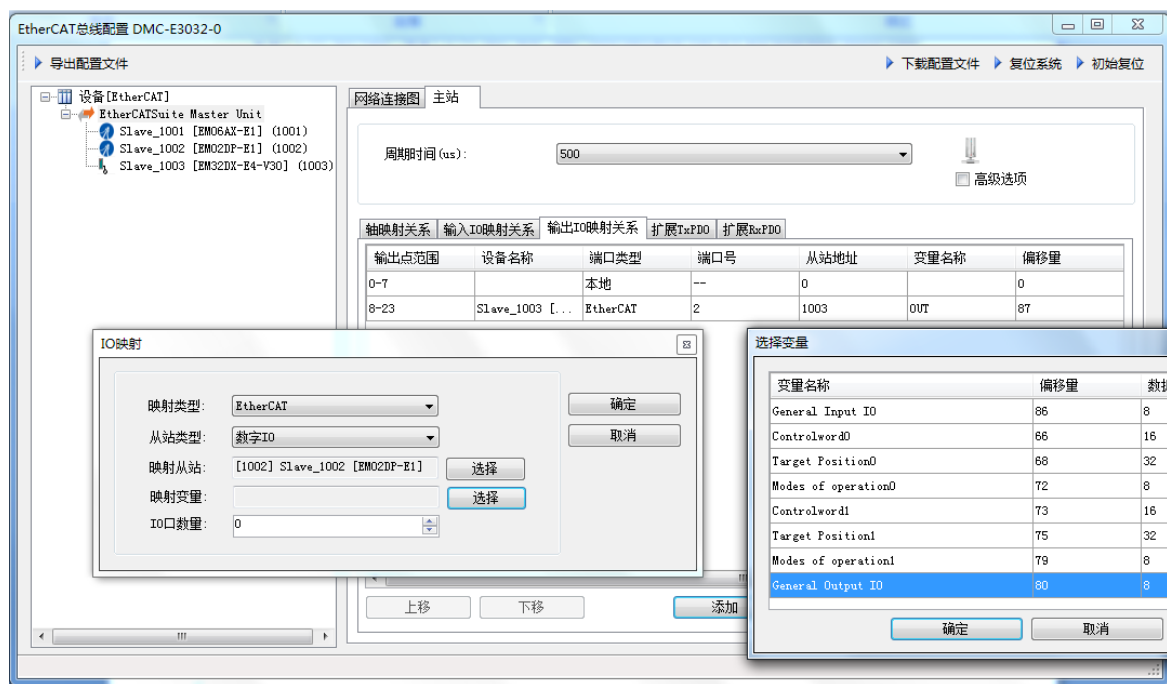

图 6.7. 添加 EM02DP-E1 定位模块的输出口映射
4. 点击“输出 IO 映射关系”选项卡，添加输出口映射关系，过程如图 6.7 所示；结果如图 6.8 所示，输出口编号为 OUT24~31。